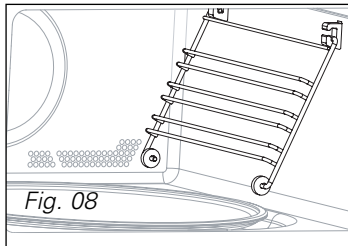

Fig. 08
• **De zijroosters (Fig. 08):** met behulp van twee 2 zijroosters kunt u de oventoebehoren op 3 niveaus gebruiken.